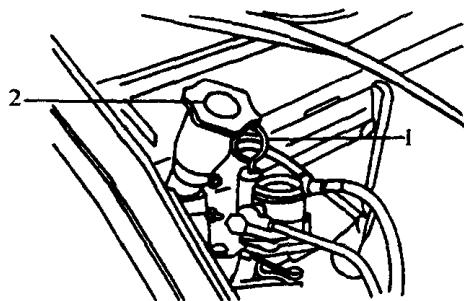

图 1-3 检查润滑油油位
(1) 用机油尺 1 检查润滑油油位，如有必要，通过加油口 2(可调)添加润滑油(如图 1-3 所示)。